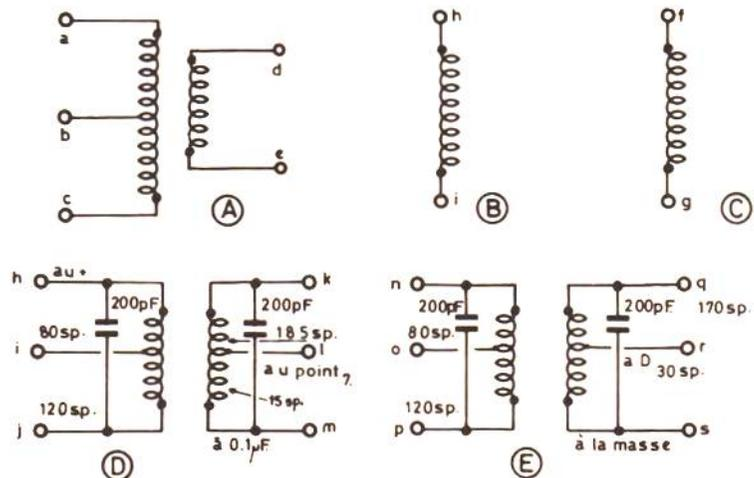

Figure 4
Le bobinage d'entrée T_1 est représenté en (A) figure 4. On indique enroulement $a c = 125$ spires, enroulement $d e = 8$ spires d'où, le rapport $125/8 = 16$ environ.
Oscillateur : une bobine unique de 95 spires (C figure 4).